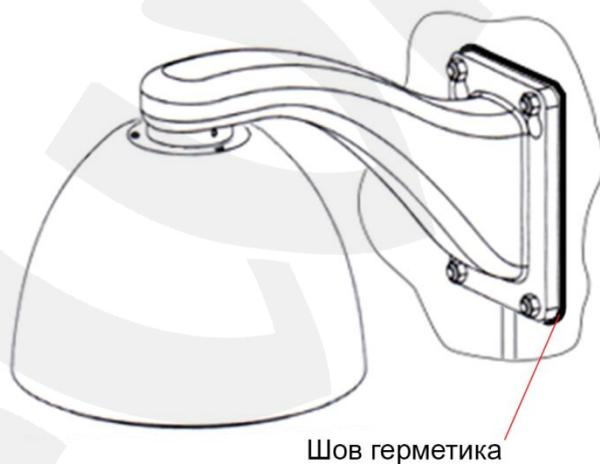

Рис. 4.3
**Шаг 3:** прикрепите кронштейн с защитным кожухом к стене, обеспечив плотное прилегание, и загерметизируйте место крепления герметиком (Рис. 4.3).